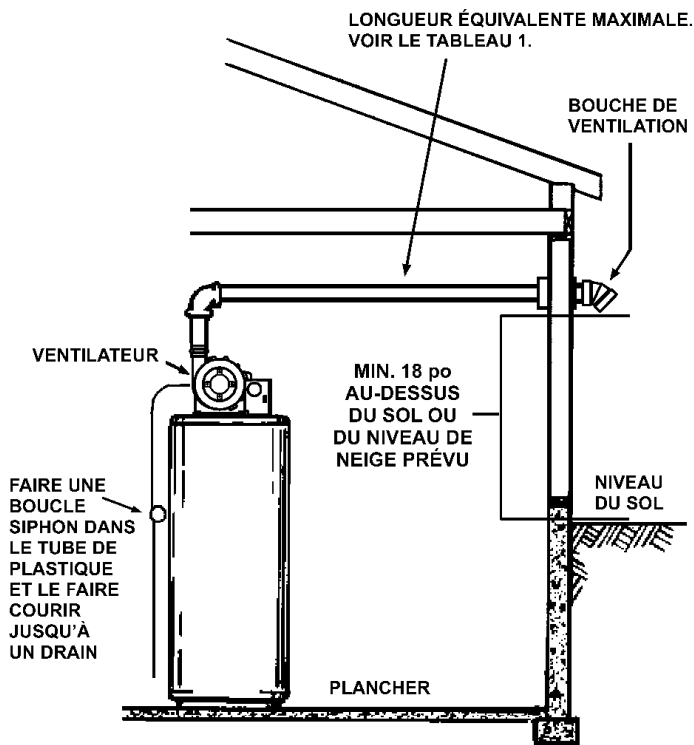

FIGURE 20
Il faut d'abord déterminer l'emplacement de la bouche de ventilation. Voir les figures 15, 20 et 21. L'évent doit passer au travers d'un mur (fig. 20) ou du toit (fig. 21).
1. La bouche de ventilation doit dépasser le toit et le niveau de neige prévu d'au moins 18 po (46 cm) pour éviter qu'elle ne soit bloquée (fig. 20 et 21).